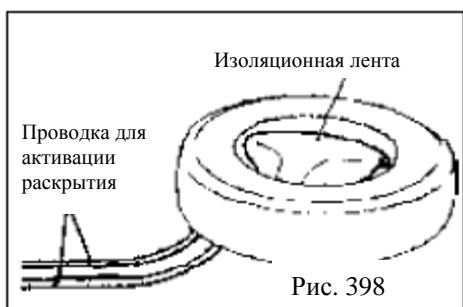

Рис. 398
- e.** Протяните проводку для активации раскрытия подушки безопасности водителя через старое колесо для фиксации сверху зафиксируйте блок подушки безопасности водителя лицевой стороной вверх с помощью подсоединененной к болтам крепления проволоки или другим способом (см. рисунок 398).